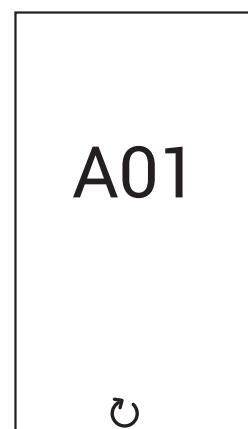

fig. 5
**Anomalie de type A (fig. 5) :** Pour débloquer la chaudière en présence de ce type d'anomalie, appuyer sur la touche jusqu'à ce que le message « Confirm? » disparaîsse. Puis valider avec la touche .